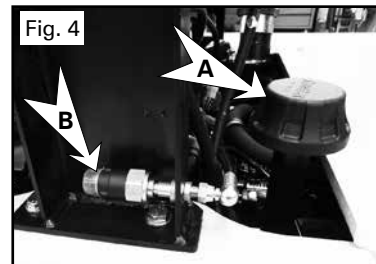

Fig. 4
- Si l'huile n'est pas visible, faire l'appoint avec de l'huile hydraulique homologuée (HV46) par le bouchon de remplissage (Fig. 4, A).
- Si le bouton ROUGE s'est soulevé (Fig. 4, B) le filtre doit être remplacé.
- Faire pivoter pour déposer l'élément principal et l'élément secondaire (Fig. 4).